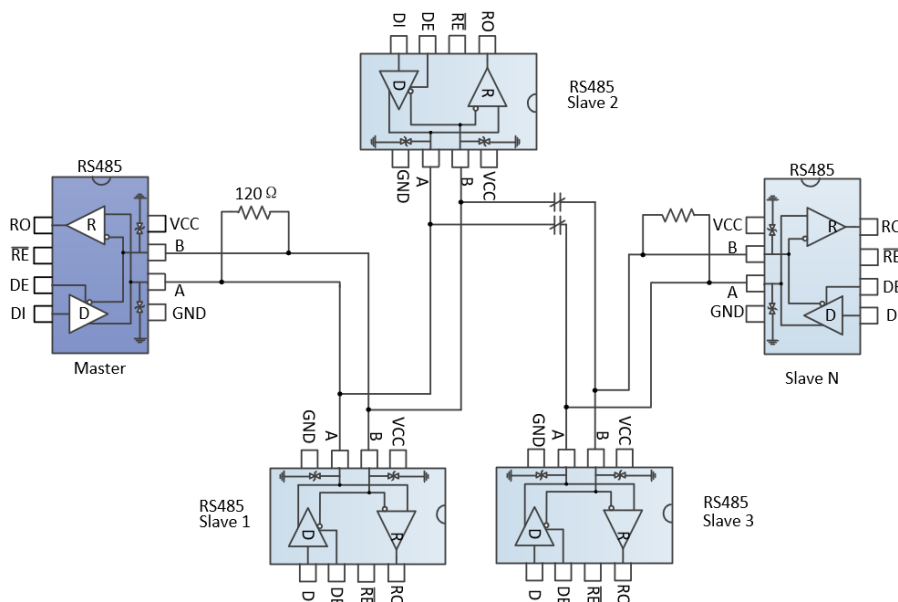

图 10 手拉手式 RS485 半双工通讯网络
4.2 手拉手式组网：又称菊花链拓扑结构，是 RS485 总线布线的标准及规范，是 TIA 等组织推荐的 RS485 总线拓扑结构。其布线方式就是主控设备与多个从控设备形成手拉手连接方式，如图 10 所示，不留分支才是手拉手的方式。这种布线方式，具有信号反射小，通讯成功率高等优点。